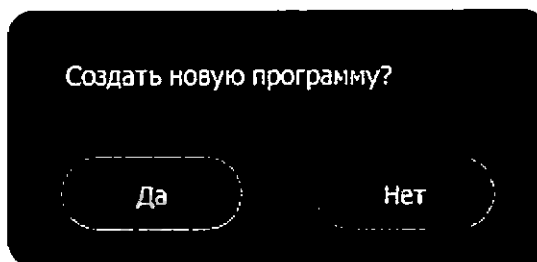

Рисунок 3.9. Окно подтверждения создания программы
1. Выберите пункт **Добавить программу** в меню действий для списка программ (рисунок 3.8). На экране будет отображено окно подтверждения (рисунок 3.9).